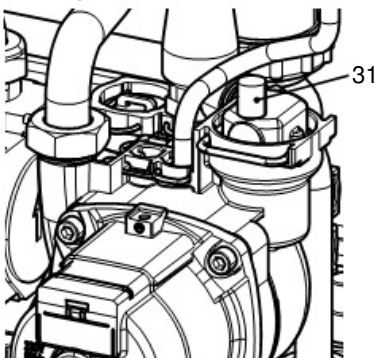
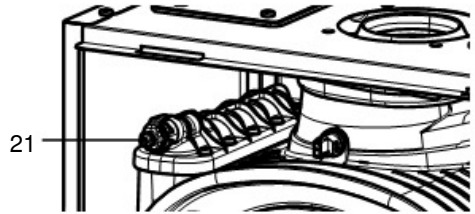

Figura 9.6
Figura 9.7
- Para facilitar el vaciado, levante el tapón 31 de la válvula de purga automática indicado en la Figura 9.6 y afloje el racor de purga del intercambiador primario de condensación 21 en la Figura 9.7.